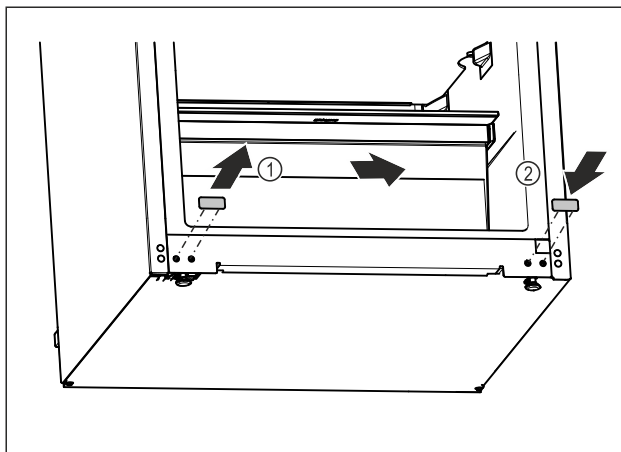

Fig. 16
- ▶ Abdeckstopfen herausziehen. Fig. 16 (1)
- ▶ Abdeckstopfen auf der Gegenseite einsetzen. Fig. 16 (2)